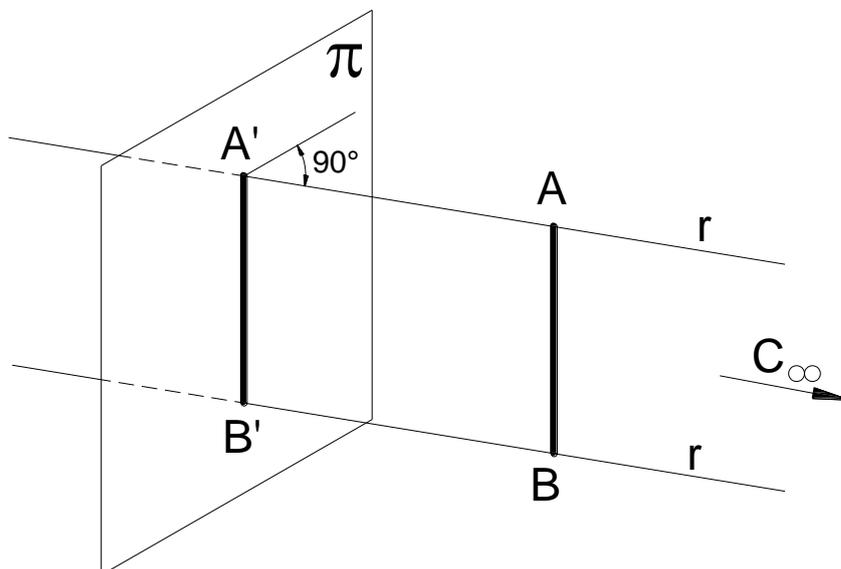

Figura II-5
**Proyección Paralela Ortogonal:** los rayos proyectantes inciden sobre el plano de proyección formando **un ángulo de  $90^\circ$**  (figura II-5).